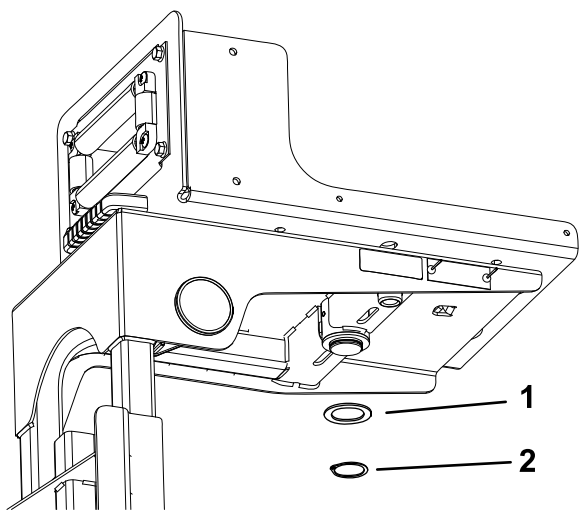

Figura 9
- Sulla parte inferiore del supporto per avvolgitubo, fissate la rondella di spinta e l'anello elastico sul perno della piastra girevole (Figura 9).